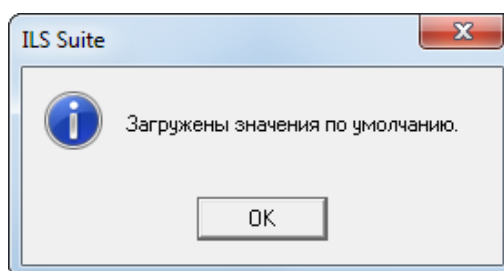

Рис. 13-540 – Информационное окно
5) В открывшемся диалоговом окне нажать «Да» для подтверждения действия (рис. 13-540).